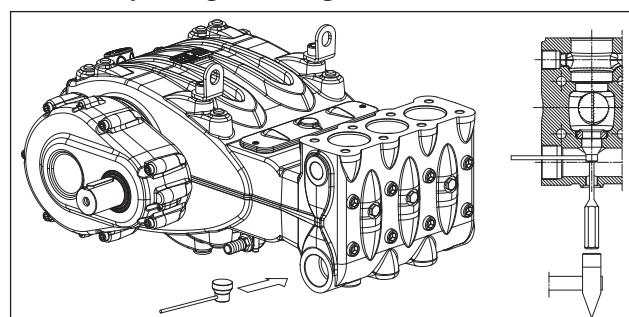

Fig. 104
S'il s'avère difficile d'extraire le groupe soupape d'aspiration (par exemple, à cause de la présence d'incrustations dues à un arrêt prolongé de la pompe), utiliser l'extracteur réf. 27516200 (rep. ①, Fig. 104) et agir comme suit.